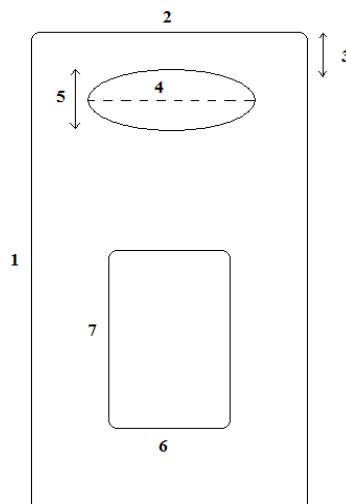

Figure 57 : Patron de l'orthèse main-poignet de fonction
- **1** : la longueur allant de la moitié de l'avant bras jusqu'au pli de flexion des MP\* des doigts longs (Figure 57) ;
- **2** : la largeur de la main au niveau des MP\* des doigts longs + 4 cm (2 cm de chaque côté de l'ouverture) (Figure 57) ;
- **3** : appui palmaire d'environ 2 cm (Figure 57) ;
- **4** : largeur de la main au niveau des MP\* des doigts longs (Figure 57) ;
- **5** : épaisseur de la main au niveau de la 1ère commissure (Figure 57) ;
- **6** : 5 cm environ (à adapter selon la largeur de l'avant bras) (Figure 57) ;
- **7** : 8 cm environ (à adapter selon la longueur de l'avant bras) (Figure 57).